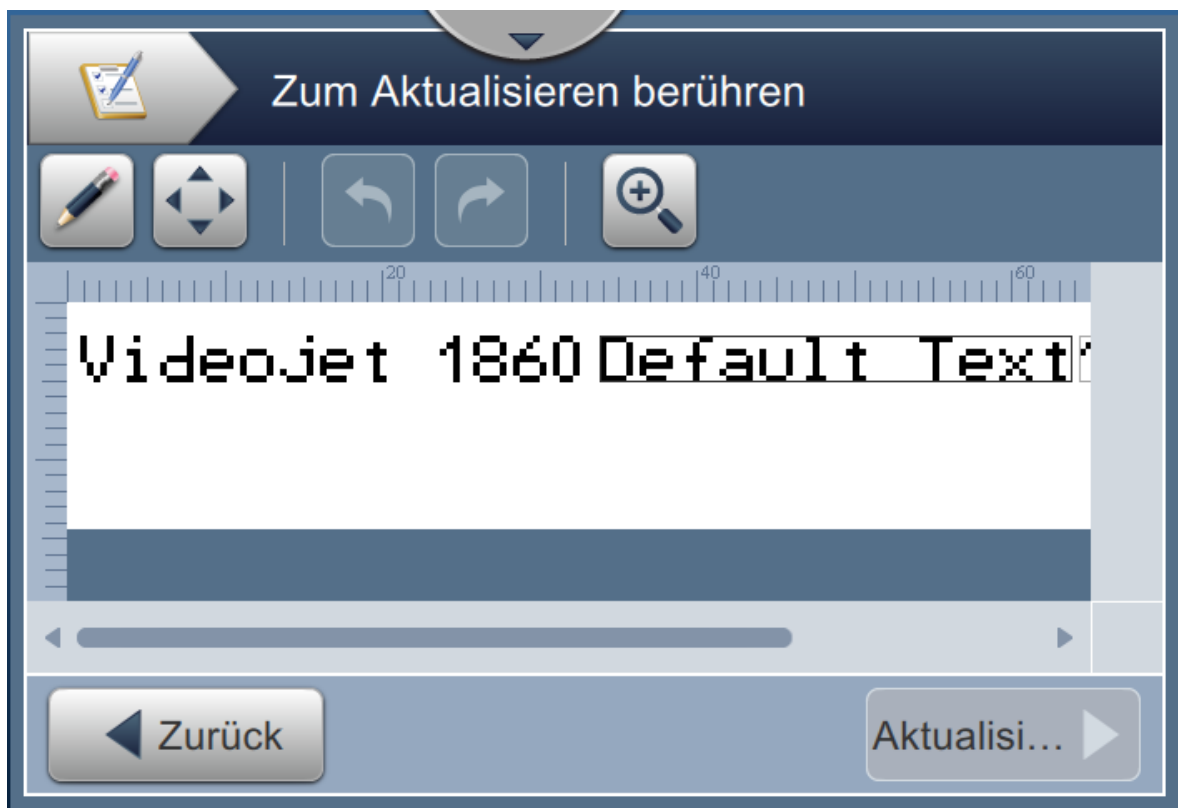

Abbildung 5-14: Auftrags-Editor
3. Um ein Feld mit Benutzeraufforderung zu bearbeiten, berühren Sie die  Schaltfläche (siehe Abbildung 5-14).
5. Um die Position des Feldes zu verschieben, berühren Sie das Feld und anschließend die Schaltfläche (siehe Abbildung 5-14).